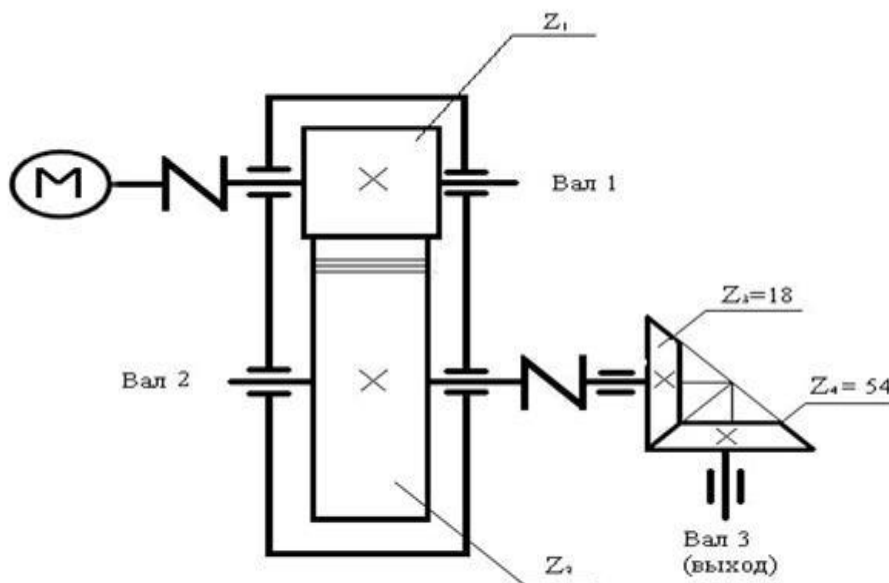

Рис. 14
**ПРИМЕР 5.** Для привода (рис.14), состоящего из электродвигателя мощностью  $P_{дв} = 4\text{кВт}$  с частотой вращения вала двигателя  $n_{дв} = 1440$  об/мин и двухступенчатой передачи с угловой скоростью выходного вала  $\omega_{вых} = 12,5$  рад/с, определить: